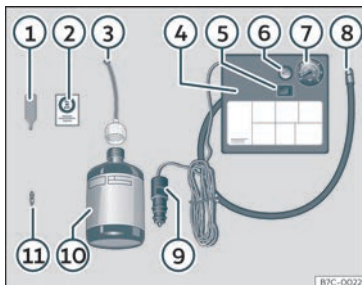

Fig. 29 Representação padrão: conteúdo do kit antifuros.
O kit antifuros está localizado na bagageira, por baixo do revestimento do piso. Inclui os seguintes componentes >>> Fig. 29:
- Desenrosque a proteção e o obus da válvula do pneu. Utilize o aparelho >>> Fig. 29 ①
- Agite com força a garrafa de vedante de pneus >>> Fig. 29 ⑩.
- Enrosque o tubo de enchimento >>> Fig. 29 ③ na garrafa de vedante. O selo da garrafa partir-se-á automaticamente.
• Remova o tampão do tubo de enchimento >>> Fig. 29 ③ e enrosque a extremidade aberta do tubo na válvula do pneu.
- Volte a colocar o obus com o aparelho >>> Fig. 29 ① na válvula do pneu.
- Enrosque o tubo de enchimento do pneu do compressor >>> Fig. 29 ⑧ na válvula do pneu.
- Verifique se o parafuso de evacuação de ar está fechado >>> Fig. 29 ⑥.
- Ligue o conector >>> Fig. 29 ⑨ à tomada de corrente de 12 volts do veículo >>> Página 145.
- Ligue o compressor de ar com o interruptor ON/OFF >>> Fig. 29 ⑤.
- Cole o autocolante »» Fig. 29 ② no painel de instrumentos, dentro do campo visual do condutor.
Volte a enroscar o tubo de enchimento »» Fig. 29 ⑤ e verifique a pressão no manómetro ⑥.